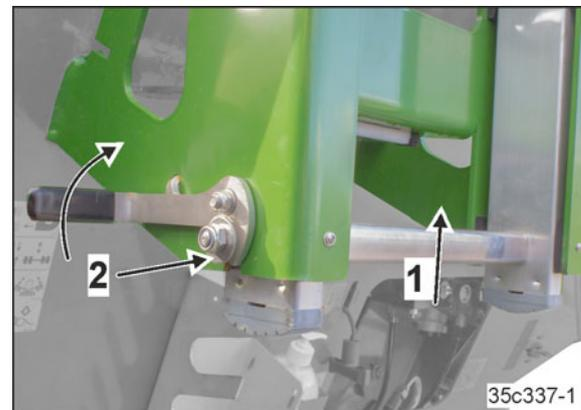

Рис. 262
1. Сдвиньте лестницу вверх (Рис. 262/1).
2. Убедитесь, что подпружиненный стопор зафиксировался (Рис. 262/2).